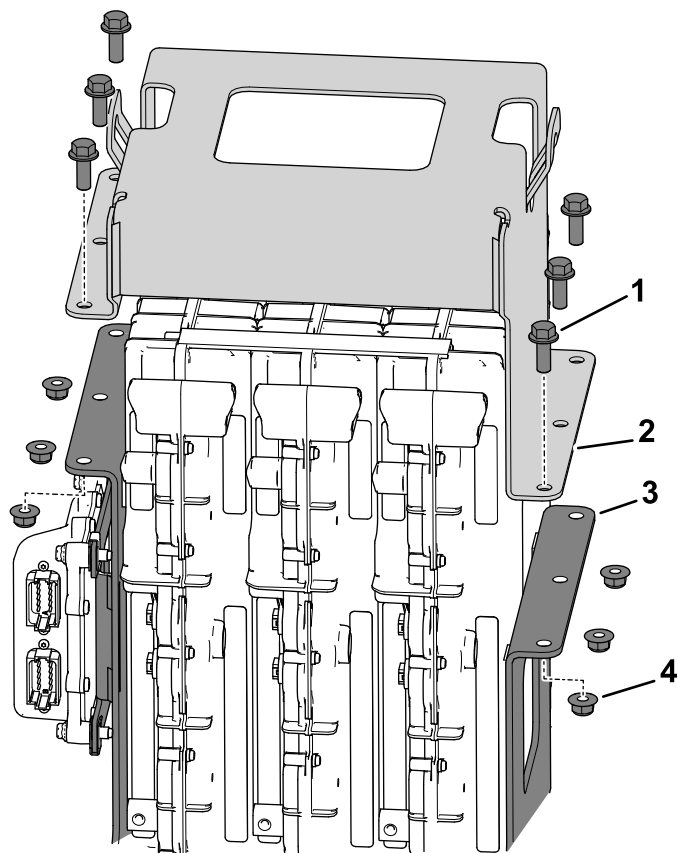

Figure 14
3. Avec 6 boulons à embase ($\frac{3}{8}$ " x 1") et 6 écrous à embase ($\frac{3}{8}$ "), fixez la bride supérieure sur la plaque de montage supérieure (Figure 14).